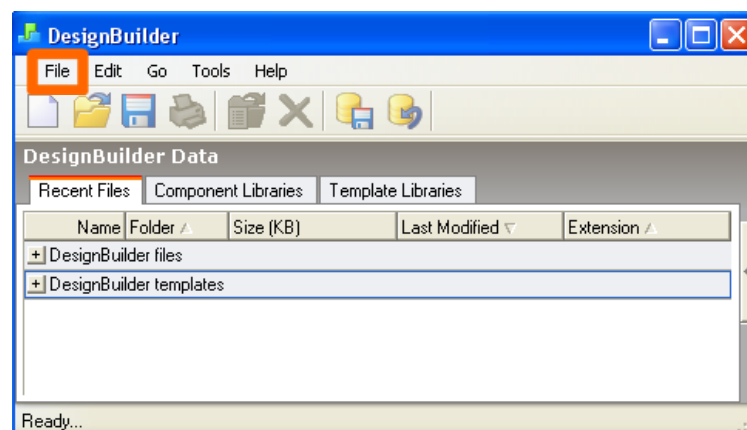

Figura 1 - Criar um ficheiro novo.
1. Abra novamente o DesignBuilder. Crie um ficheiro novo, clicando, na janela inicial, na folha branca na barra de botões superior ou clicando **File** no menu da barra superior e escolhendo **New Project** (Figura 1).